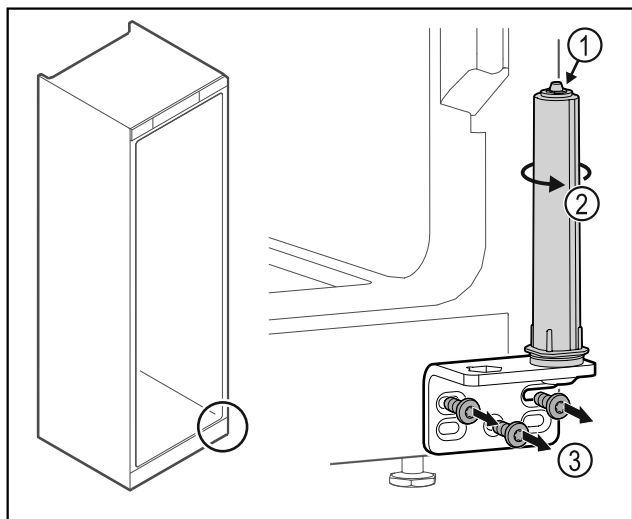

Fig. 38
- Ta inte isär dörrlåssystemet Fig. 38 (1).
- ▶ Vrid låssystemet Fig. 38 (2) tills det klickar.
- ▶ Skruva av gångjärnsfästet Fig. 38 (3).